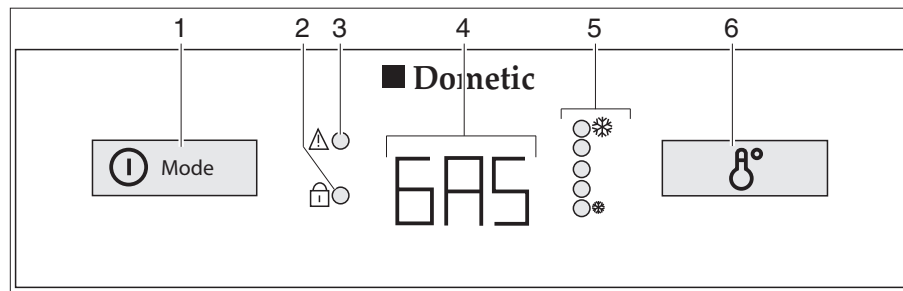

Bild 324 Reglage, knappar för kylskåpet (Dometic 8-serie med AES)
Vid störningar blinkar LED-indikatorn störning "⚠" (Bild 324,3).
Om 230 V-försörjningen **inte** är ansluten och fordonets motor är **avstängd**, väljer AES driftläget gasdrift. När gasdriften väljs öppnas tändsäkringen automatiskt så att gas kan strömma till brännaren. Samtidigt tillkopplas den elektroniska tändaren. Om gaslågan skulle slockna, t. ex. på grund av att det blåser, aktiveras tändaren direkt igen och tänder gasen. Vid störning i gasdriften blinkar texten "GAS" i driftindikeringen (Bild 324,4).
När kylskåpet sätts på väljs automatiskt en termostatinställning i mittläge. Denna inställning kan ändras manuellt med brytaren för temperaturinställning (Bild 324,6). LED-indikatorerna (Bild 324,5) visar den valda termostatinställningen. Med hjälp av denna knapp ställs kyltemperaturen in för alla tre energikällorna. Det tar alltid några timmar innan man har en normal drifttemperatur i kylskåpet. Om en omkoppling sker till en annan energikälla förändras termostatinställningen inte. Kyltemperaturen bibehålls oberoende av den valda energikällan.
- Tryck på strömbrytaren/energiväljaren (Bild 324,1) i två sekunder för att starta apparaten. Det senast valda driftläget visas i driftindikeringen (Bild 324,4).
- Välj energikälla med strömbrytaren/energiväljaren (Bild 324,1).
- Ställ in kyltemperaturen på väljaren för temperaturinställning (Bild 324,6). LED-indikatorerna (Bild 324,5) visar den valda termostatinställningen.
- Tryck på strömbrytaren/energivaljaren (Bild 324,1) i två sekunder. Alla indikeringarna slocknar.